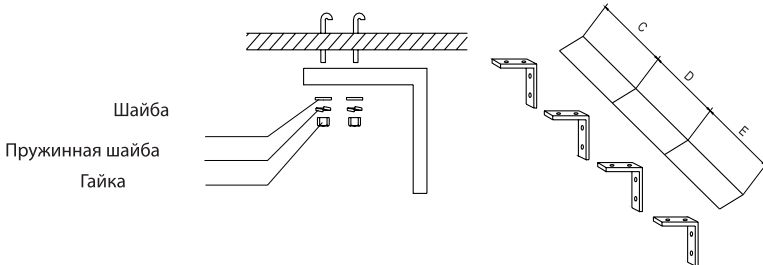

Рис. 7 – Крепление завесы к потолку
7.3 При установке завесы на потолке используются специально изготовленные кронштейны (приобретаются потребителем) (Рис.7).